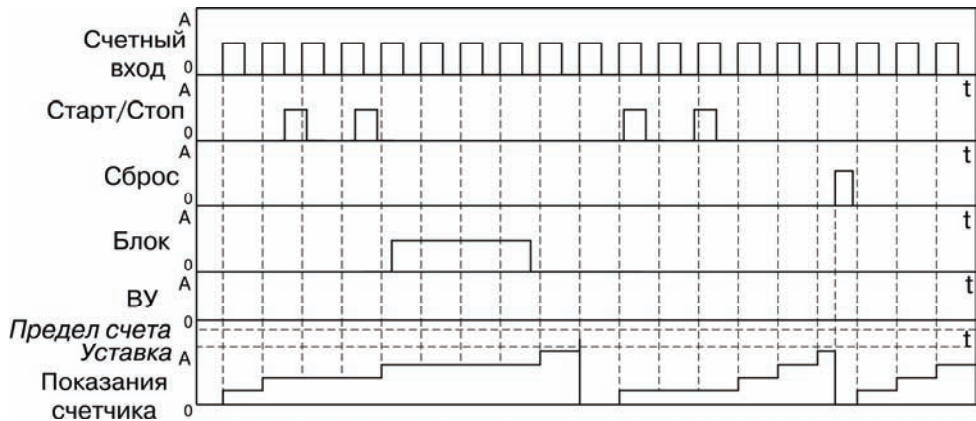

Рисунок 3.5
- тип работы по сбросу – «Сбросить счетчик и продолжить счет» ( $rSt =Cnt$ ) (рисунок 3.5).